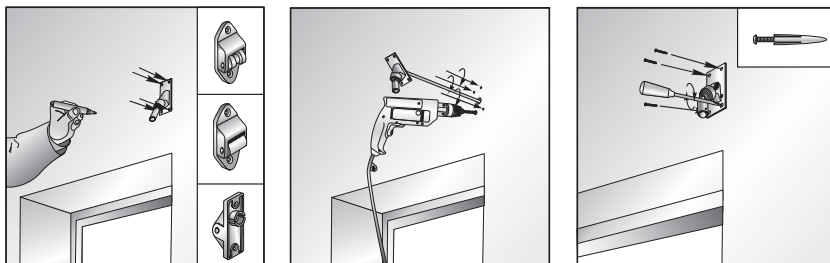

Рис. 23. Порядок установки кардана
- 6) установить и закрепить элементы управления приводом (рис. 23);